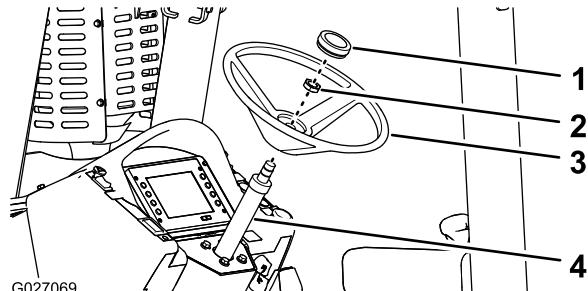

Figura 1
1. Haga palanca para separar la tapa del centro del volante (Figura 1).
| <ol style="list-style-type: none"> 1. Tapa 2. Tuerca (13/16") que sujeta el volante a la columna de dirección fija (Figura 1). | <ol style="list-style-type: none"> 3. Volante 4. Columna de dirección fija |
2. Retire la tuerca (13/16") que sujeta el volante a la columna de dirección fija (Figura 1).
3. Tire del volante para separarlo de la columna (Figura 1).